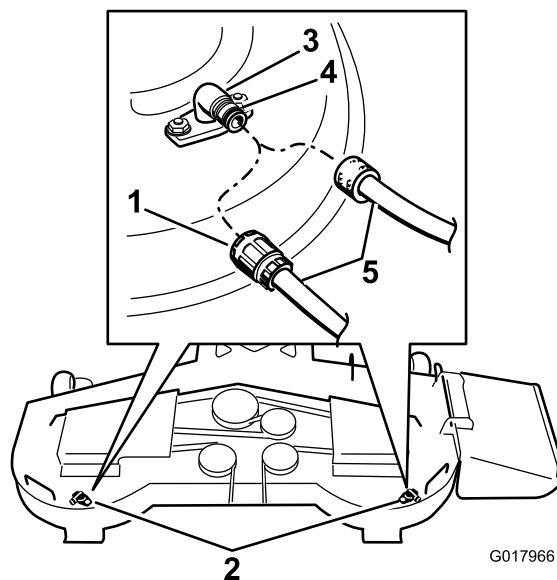

Figure 78
3. Branchez le raccord du tuyau au raccord de lavage du plateau de coupe et ouvrez l'eau en grand (**Figure 78**).